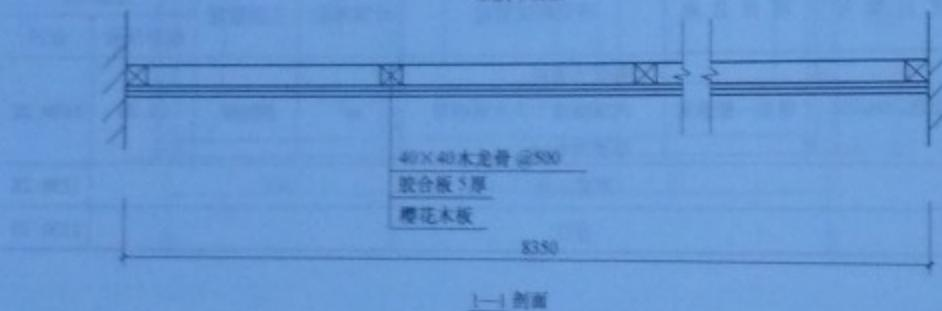

图 2-20 某办公室天棚
**【例 2-20】** 某办公室吊顶平面图如图 2-20 所示，编制其工程量清单。